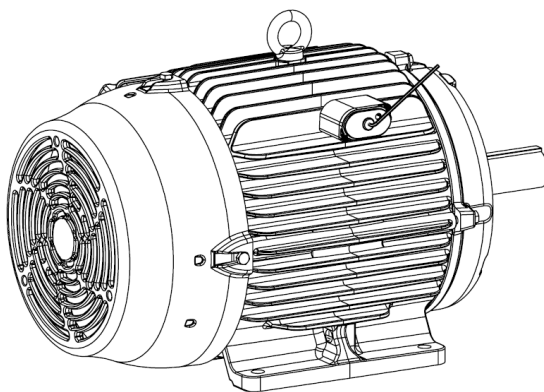

Figura 5.2: Detalhe do parafusamento do sensor na bucha recartilhada
4. Usando uma chave Allen de 3 mm, aparafuse o sensor na bucha recartilhada e verifique o seu aperto. O torque máximo de aperto é de 4,0 Nm. Conforme a Figura 5.2 na página 5-1.
4. Usando uma chave Allen de 3 mm, aparafuse o sensor na bucha recartilhada e verifique o seu aperto. O torque máximo de aperto é de 4,0 Nm. Conforme a Figura 5.2 na página